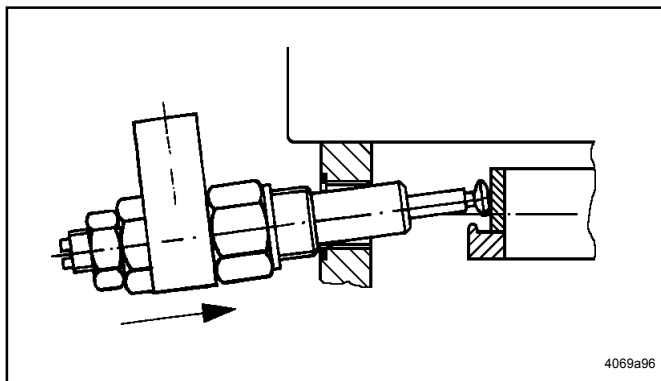

Abb. 7 - Einführen des Pumpenelementes
- * Beim Einführen das Pumpenelement (Abb. 7) etwas nach oben richten, damit der Förderkolben nicht herausfällt; denn er ist nicht im Pumpenzylinder befestigt.
- * Sowohl beim Einbau (Abb. 7) als auch beim Ausbau das Pumpenelement nach oben richten und damit den Förderkolben aus der Nut des Exzenterringes herausheben . Pumpenelement mit dem Förderkolben aus dem Gehäuse ziehen.